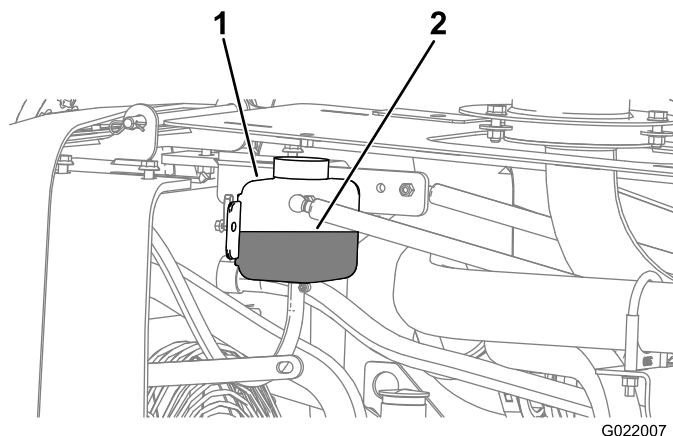
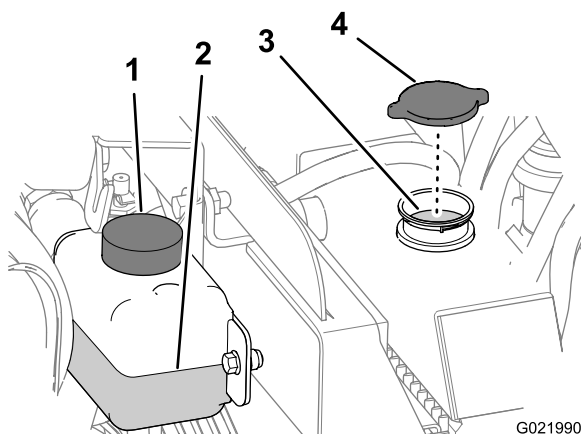

Рисунок 136
Рисунок 137
4. Проверьте уровень охлаждающей жидкости в резервуаре (Рисунок 136).
4. Снимите крышку с горловины заливного отверстия радиатора и проверьте уровень охлаждающей жидкости (Рисунок 136 и Рисунок 137),
5. Если уровень охлаждающей жидкости низкий, добавьте охлаждающую жидкость до низа заливной горловины (Рисунок 137).
6. Установите на место крышку заливной горловины радиатора и убедитесь, что она надежно уплотнена (Рисунок 137).
4. Снимите крышку радиатора (Рисунок 137).
2. Снимите крышку радиатора (Рисунок 137).
4. Установите крышку радиатора (Рисунок 137).